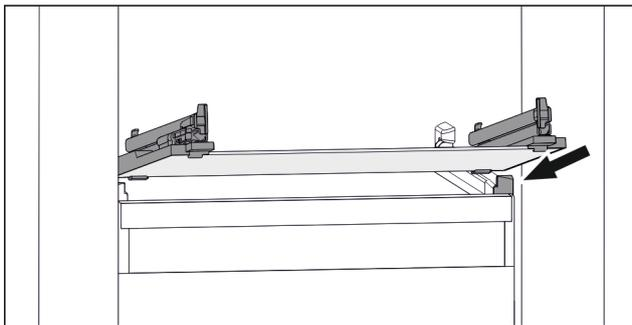

Fig. 140 Representación de la placa de vidrio a modo de ejemplo
- ▶ Coloque la placa de vidrio inclinada detrás de los topes. (consulte Fig. 140)